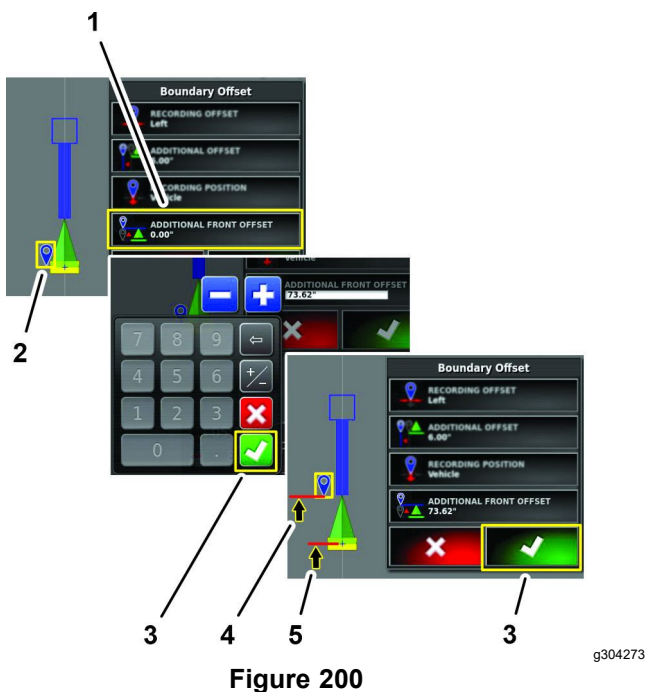

Figure 200
1. Appuyez sur l'icône DÉCALAGE AVANT ADDITIONNEL (Figure 200).
2. Avec le clavier virtuel, saisissez la distance de décalage avant et appuyez sur l'icône de confirmation (Figure 200).